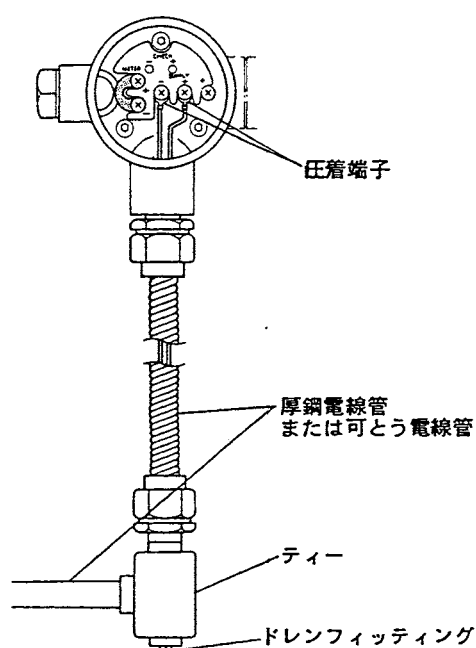
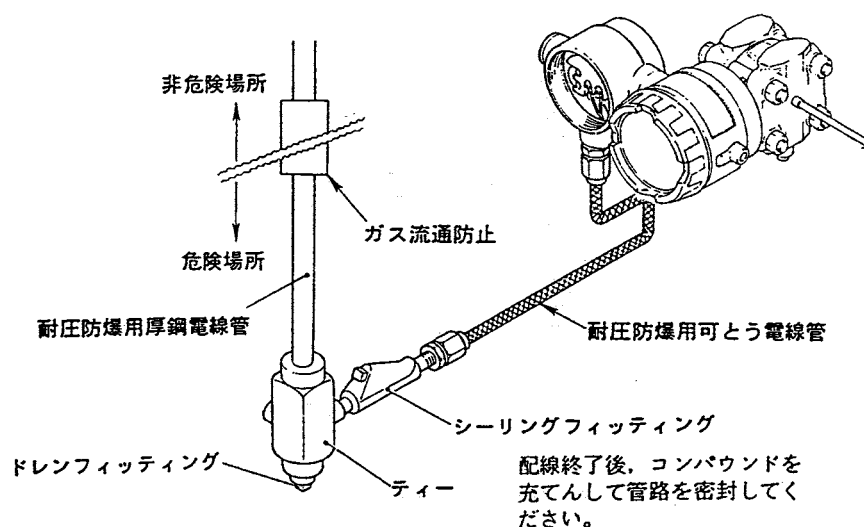

図 5.4 電線管を用いた配線（一般形の場合）
図 5.6 耐圧防爆金属管工事
- (3) 電線の末端は絶縁スリーブ付き圧着端子（4 mm ねじ用）を推奨します。
- (4) 防水あるいは電線の外傷保護等のために、電線管とダクトを用いて配線することを推奨します（図 5.4 参照）。耐圧特殊防爆形の外部配線は、耐圧防爆性を有する金属管工事（図 5.6 参照）または当社製の耐圧パッキン用アダプタを用いたケーブル工事を行ってください（巻頭の「耐圧防爆構造の計器についての注意事項」を参照）。